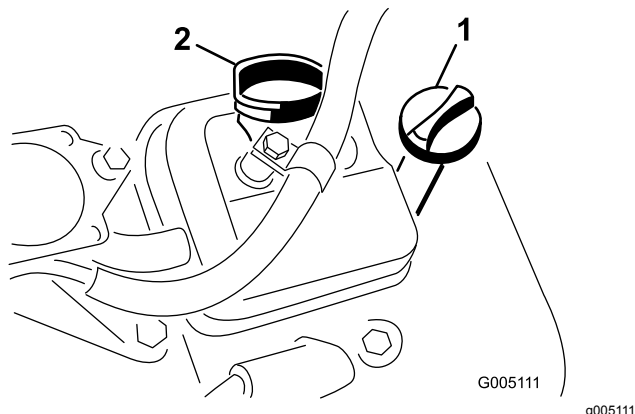

Рисунок 26
3. Вставьте и заверните масломерный щуп в трубку для щупа (**Рисунок 26**).